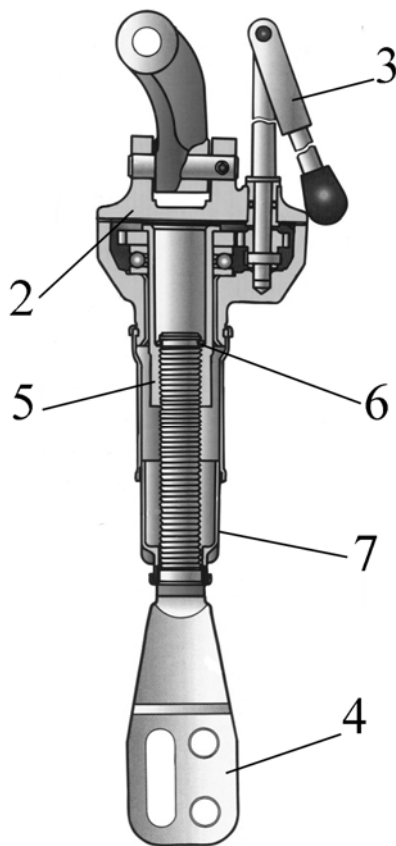

Рисунок 9.12 Раскос шестерёнчатый.
- 2) отверните четыре болта 4, 5 (рисунок 9.11) и снимите крышку 2 (рисунок 9.12), в сборе, с рукояткой 3;
- 3) вверните вилку 4 (рисунок 9.12) в трубу 5, до упора вверх;